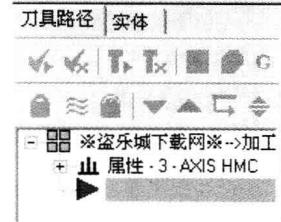

图 1.8 加工群组
(1) 选择机床类型菜单, 依次选取下拉菜单铣床、3 轴 HMC 机床, 窗口最左侧刀具路径管理器中出现加工群组 1, 如图 1.8 所示。